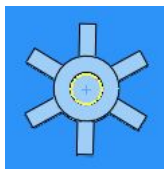

图 4-53 翅片数
- (3) 【输入翅片数】：控制翅片的数量，如图 4-53 所示。